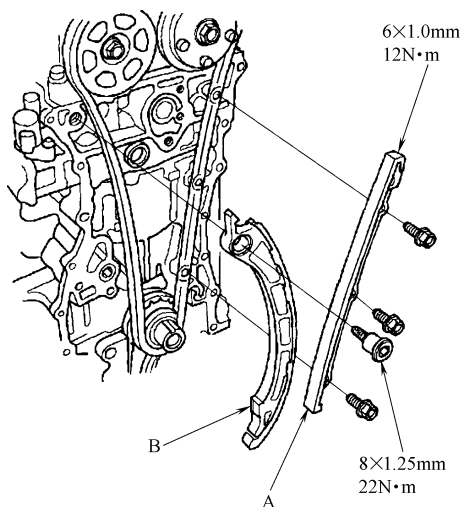

图 23-137 安装正时链条导板 A 和张紧器臂 B
7) 按照图 23-137 所示, 安装正时链条导板 A 和张紧器臂 B。